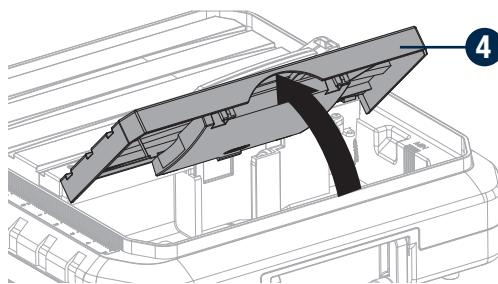

Fig. 18a
**EFFECTUER UNE COUPE EN BISEAU (Fig. 18a-18b)**